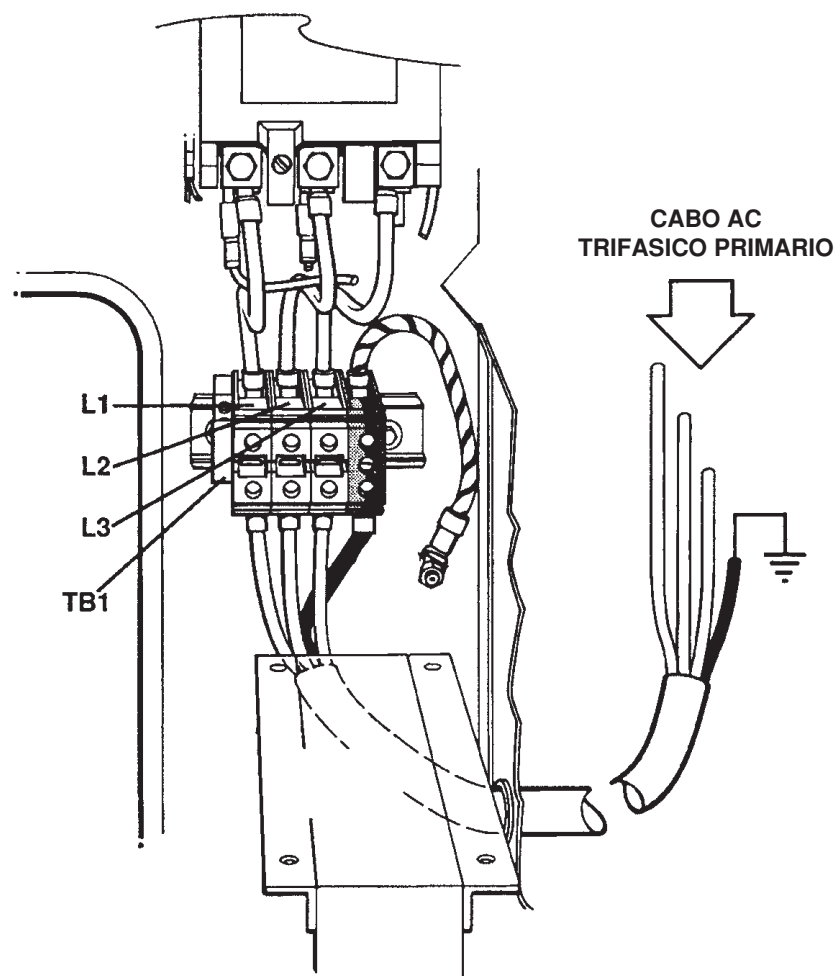

Figura 5-1 Localização para medição da alimentação – HT2000
5. Meça a tensão em TB1 entre L1, L2 e L3. Refira-se a figura 5-1 para detalhe de TB1. A tensão entre qualquer dos dois pontos em TB1 deverá ser igual a sua tensão de alimentação (200, 208, 220, 240, 380, 415, 480, ou 600VCA). Se houver um problema neste momento, desconecte a alimentação principal e confira as conexões, cabo, e fusível na caixa de seção. Conserte ou substitua qualquer componente defeituoso.